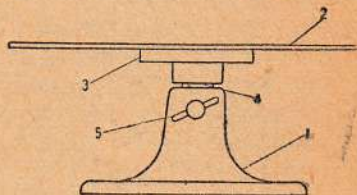

Рис. 1
1. Настольный стенд (рис. 1) устанавливается на рабочий верстак (стол) слесаря-сборщика в ремонтной мастерской или на рабочий стол в ремонтной комнате при аппаратной камере; на нем болтами крепится аппарат, подлежащий разборке.
* Цифровые обозначения см. на рис. 1.